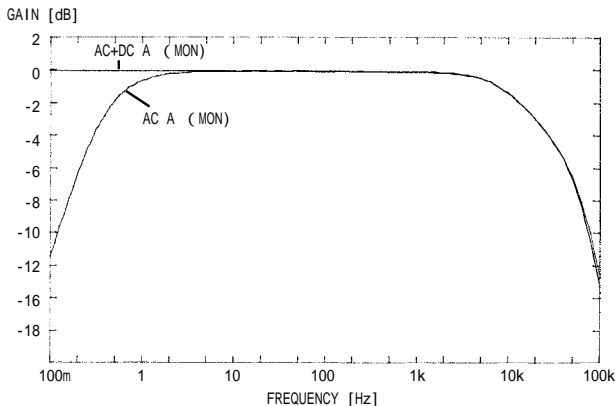

図1 電流出力周波数特性
- ・測定の応答速度は、フルスケール (f.s.) 入力時に、立上り (0% → 90%) は約 250 ms、立下り (100% → 10%) は約 500 ms です。(2.2.5 の図 1, 2 参照)
- ・測定の応答速度は、フルスケール(f.s.)入力時に、立上り(0%→90%)は約250ms、立下り(100%→10%)は約500msです。(2.2.5の図1,2参照)
- ・測定の応答速度は、フルスケール (f.s.) 入力時に、立上り (0% 90%) は約 250 ms、立下り (100% 10%) は約 500 ms です。(2.2.5 の図 1, 2 参照)